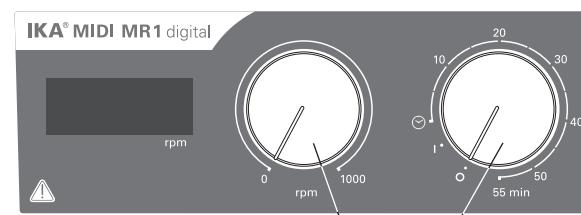

Fig. 3
- ⇒ Para ligar o aparelho rode o botão rotativo **"On/Off"** e **"Timer"** (B, ver Fig. 3) no sentido dos ponteiros do relógio para a posição **"1"**.
- ⇒ Para desligar o aparelho rode o botão rotativo **"On/Off"** e **"Timer"** (B) para a posição **"0"**.
- ⇒ Defina a rotação do motor com o botão regulador “**Rotação**” (**C**, ver **Fig. 3**). A rotação do motor pode ser regulada para 0 a 1000 rpm para **MIDI MR 1 digital** e para 0 a 600 rpm para **MAXI MR1 digital**.